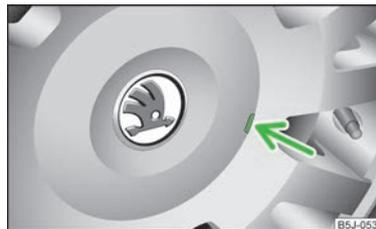

Abb. 126
- Vorsichtig die Radzierkappe mithilfe des Drahtbügels aus dem Bordwerkzeug abbauen » Abb. 126.